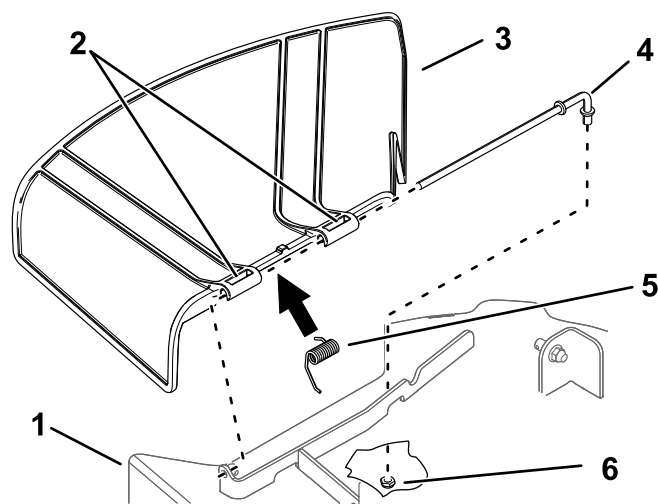

Figure 69
1. Retirez l'écrou ($\frac{3}{8}$ po) de la tige, sous le tablier de coupe (Figure 69).
2. Sortez la tige du support du tablier, du ressort et du déflecteur d'herbe (Figure 69).
4. Montez le nouveau déflecteur d'herbe (Figure 69).
7. Insérez la tige dans le second pivot du déflecteur d'herbe (Figure 69).
9. Fixez l'extrémité arrière de la tige dans le tablier de coupe à l'aide d'un écrou ($\frac{3}{8}$ po), comme montré à la Figure 69.